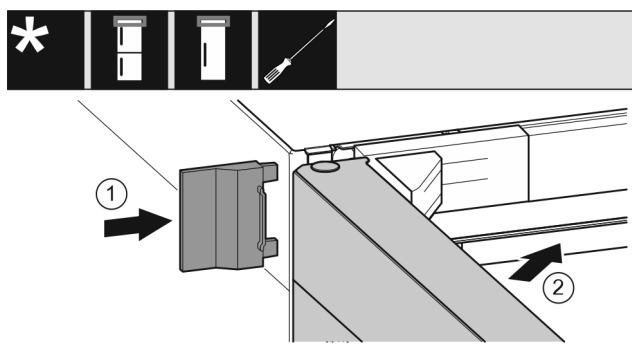

Fig. 60
- Applicare la copertura esterna Fig. 60 (1).
- Chiudere la porta superiore Fig. 60 (2).